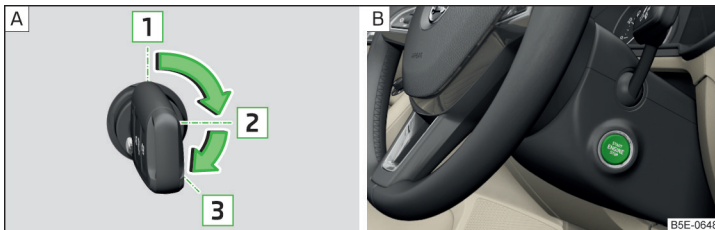

Abb. 132 Positionen des Fahrzeugschlüssels im Zündschloss / Starterknopf
Positionen des Fahrzeugschlüssels im Zündschloss » Abb. 132 - **A**
- › Den Knopf drücken » Abb. 132 - **B**, die Zündung wird ein-/ausgeschaltet.
- › Bei Fahrzeugen mit **Zündschloss** den Schlüssel in die Position **3** drehen » Abb. 132 auf Seite 113 - **A**, es erfolgt der Startvorgang. Dann den Schlüssel loslassen, der Motor springt automatisch an.
- › Bei Fahrzeugen mit **Starterknopf** den Knopf kurz drücken » Abb. 132 auf Seite 113 - **B**, der Motor springt automatisch an.
- › Bei Fahrzeugen mit **Zündschloss** den Schlüssel in die Position **1** drehen » Abb. 132 auf Seite 113 - **A**.
- › Bei Fahrzeugen mit **Starterknopf** den Knopf drücken » Abb. 132 auf Seite 113 - **B**, der Motor und die Zündung werden gleichzeitig ausgeschaltet.
➤ Den Knopf gedrückt halten » Abb. 132 auf Seite 113 -  oder zweimal innerhalb von 1 Sekunde drücken.